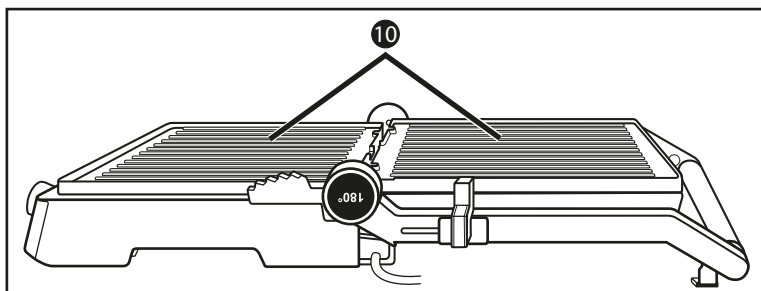

Abb. 2
- 3) Die Grillplatten **10** liegen nun nebeneinander und können als Tischgrill genutzt werden (Abb. 2).